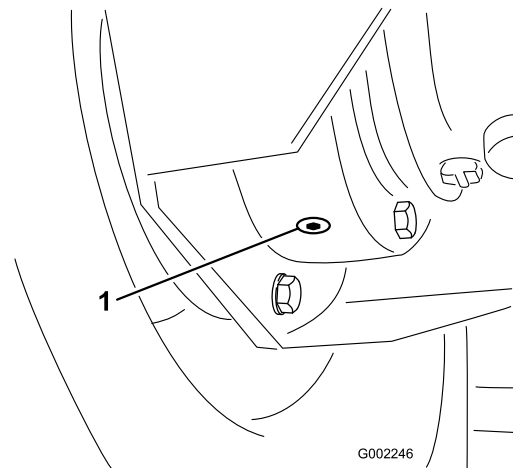

Figura 62
4. Coloque un recipiente debajo del tapón de vaciado interior y retire el tapón (Figura 62).